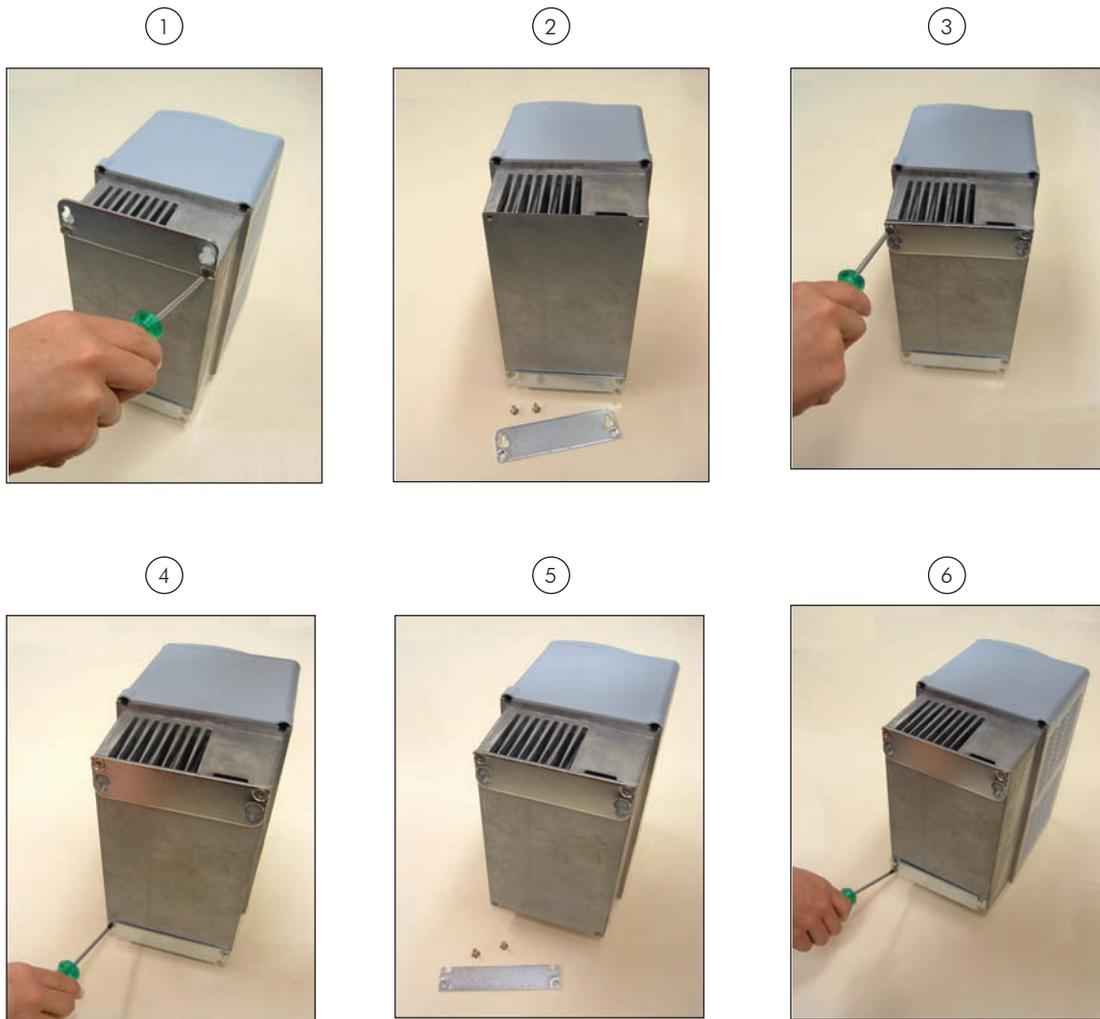

Figura 3.4 - Reposicionamiento de los soportes de fijación
- ☑ Los soportes de fijación deberán ser removidos y reposicionados conforme la figura 3.4.